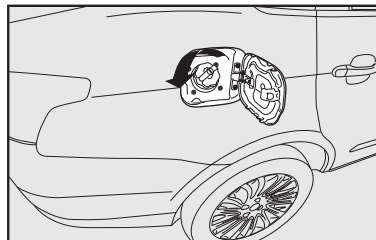

fig. 100
- Gire a tampa no sentido anti-horário; prossiga girando a tampa **fig. 100** até o seu completo desalojamento;